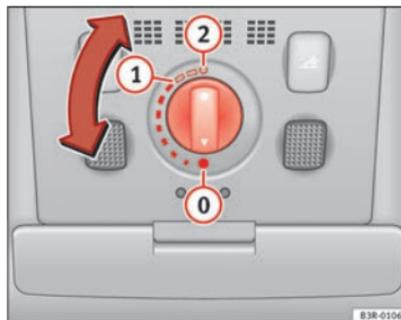

Fig. 82 Detalle del revestimiento del techo: Mando giratorio para el techo corredizo/deflector
El techo corredizo / deflector se maneja con el mando giratorio ⇒ fig. 82. El mando giratorio se puede ajustar a diferentes niveles de encastre para levantar o correr el techo y sólo funciona con el encendido conectado. La posición de techo deflector sólo se puede ajustar en la posición del mando giratorio 0.
- Gire el mando hasta la posición 1 ⇒ fig. 82 hasta que encastre de un modo perceptible. El techo se abrirá únicamente hasta alcanzar la posición de confort, en la cual el ruido del viento no molesta.
- Gire el mando a la posición ① ⇒ fig. 82 para cerrar el techo ⇒ ⚠.
- Gire el mando a la posición de partida ① ⇒ fig. 82.